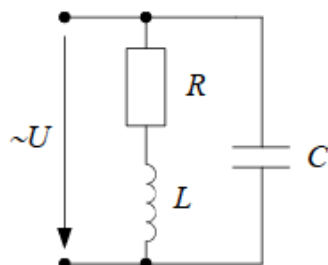

Рис. 10.16
13. В электрической цепи имеет место резонанс (рис. 10.16). Действующее значение синусоидального напряжения источника питания $U = 100$ В, $R = 10$ Ом, $X_C = 20$ Ом. Определите величину сопротивления X_L , токи на участках цепи, постройте векторную диаграмму напряжения и токов. Ответ: 10 Ом; 5 А; 7,05 А; 5 А.